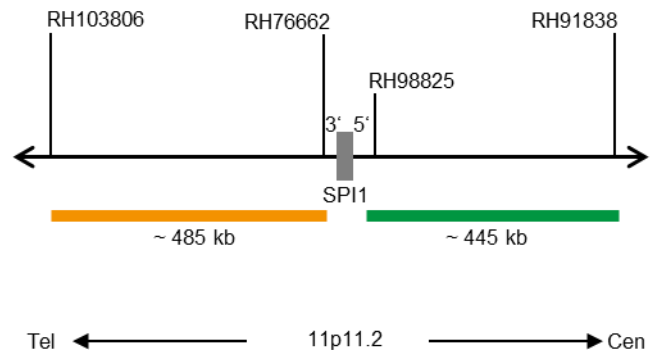

Fig. 1: SPEC SPI1 Mapa de la sonda (no está a escala)
- Polinucleótidos marcados en verde (excitación a 503 nm/emisión a 528 nm) ZyGreen (~10,0 ng/μl), dirigidos a secuencias localizadas en 11p11.2\* (chr11:47,424,117-47,867,019) proximales a la región del punto de ruptura de SPI1 (ver Fig. 1).
- Polinucleótidos marcados en naranja (excitación a 547 nm/emisión a 572 nm) ZyOrange (~4,5 ng/μl), dirigidos a secuencias localizadas en 11p11.2\* (chr11:46,871,411-47,354,083) distales a la región del punto de ruptura de SPI1 (ver Fig. 1).